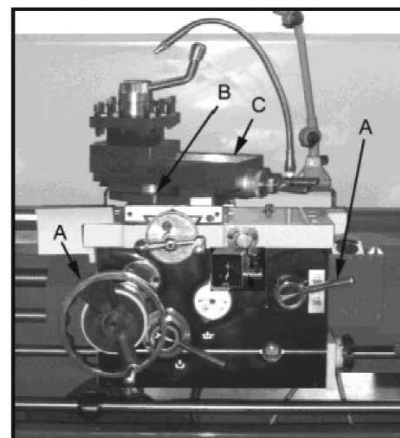

Fig. 18
4. Still reguleringen (D, fig. 18) i rett posisjon (nøytralposisjon).
5. Tann inn halvmutterreguleringen (A, fig. 18).
Support. Supporten (C, fig. 18) er montert på tverrsleides topp og kan vris 360°. Under vernet sitter en kalibreringsskala (B, fig. 18) for at stille inn supporten i ønsket vinkel. Justering av motkile. Etter en tids arbeid behøver eventuelt enkelte bevegelige deler justeres på grunn av slitasje.